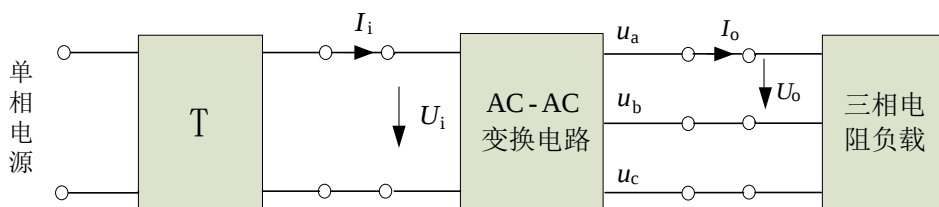

图 1 AC-AC 变换电路系统框图
设计并制作一个将单相交流电转换成三相对称交流电的 AC-AC 变换电路(简称变换电路)，系统框图如图 1 所示。
1. 图 1 中的变压器 T 由单相自耦调压器和单相隔离变压器组合构成, 变压器原边电压较高, 请务必注意安全。
(1) 负载调整率: $S_I = \left| \frac{U_{o2} - U_{o1}}{U_{o1}} \right| \times 100\%$, 其中 U_{o1} 为 $I_o=0.2A$ 时的输出线电压, U_{o2} 为 $I_o=2.0A$ 时的输出线电压;
(2) 电压调整率: $S_U = \left| \frac{U_{o2} - U_{o1}}{32} \right| \times 100\%$, 其中 U_{o1} 为 $U_i=31V$ 时的输出线电压, U_{o2} 为 $U_i=41V$ 时的输出线电压。
(3) 效率: $\eta = \frac{P_o}{P_i} \times 100\%$, 三相对称时, $P_o = \sqrt{3}U_o I_o \cos\varphi_o$, $P_i = U_i I_i \cos\varphi_i$, φ_o 为输出端功率因数角, φ_i 为输入端功率因数角。
5. 变换电路的直流辅助电源作为变换电路的组成部分, 可购买电源模块 (亦可自制), 由图 1 中的变压器 T 副边供电, 其耗能应计入变换电路的效率计算中。测试现场不另行提供其他交、直流电源。